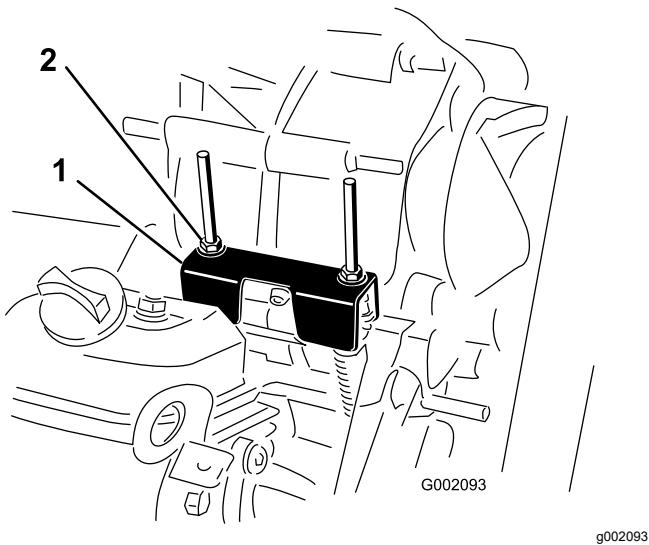

Figura 59
Durante l'esecuzione della manutenzione ordinaria e/o della diagnostica del motore, portate il transaxle in FOLLE (Figura 59). La macchina è dotata di una posizione FOLLE sulla leva del cambio che controlla la folle nel transaxle. Per accertarvi che la leva del cambio in folle agisca correttamente sulla posizione di folle del transaxle, osservate i punti sotto indicati:
2. Assicuratevi che la staffa di folle sia in posizione FOLLE (a livello della staffa di montaggio per cavo che si trova sotto la staffa del cambio) girando la frizione della trasmissione (Figura 59).
3. Ruotate uno dei dadi di bloccaggio (Figura 59) per ottenere un gioco di 0,762–1,524 mm tra la base del dado/della rondella e la staffa di folle.